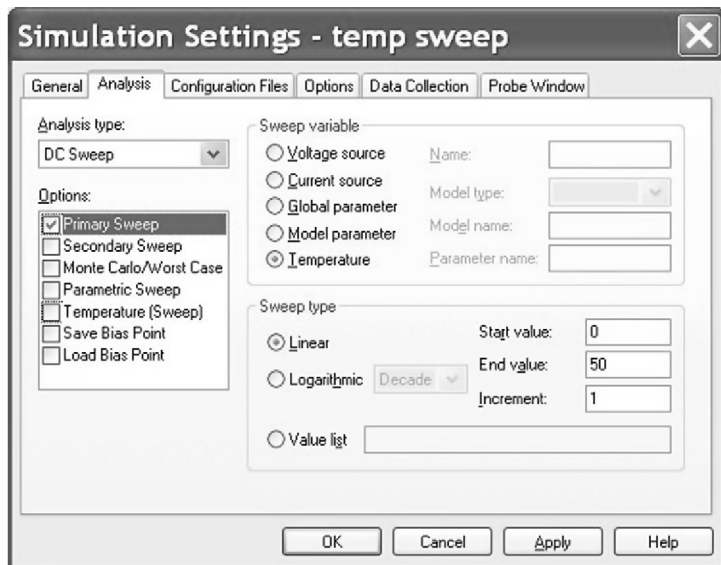

图 15.6 直流温度扫描分析设置
2. 如图 15.6 所示，对电路进行直流线性温度扫描分析设置，起始温度为 0°C ，结束温度为 50°C ，步进为 1°C 。